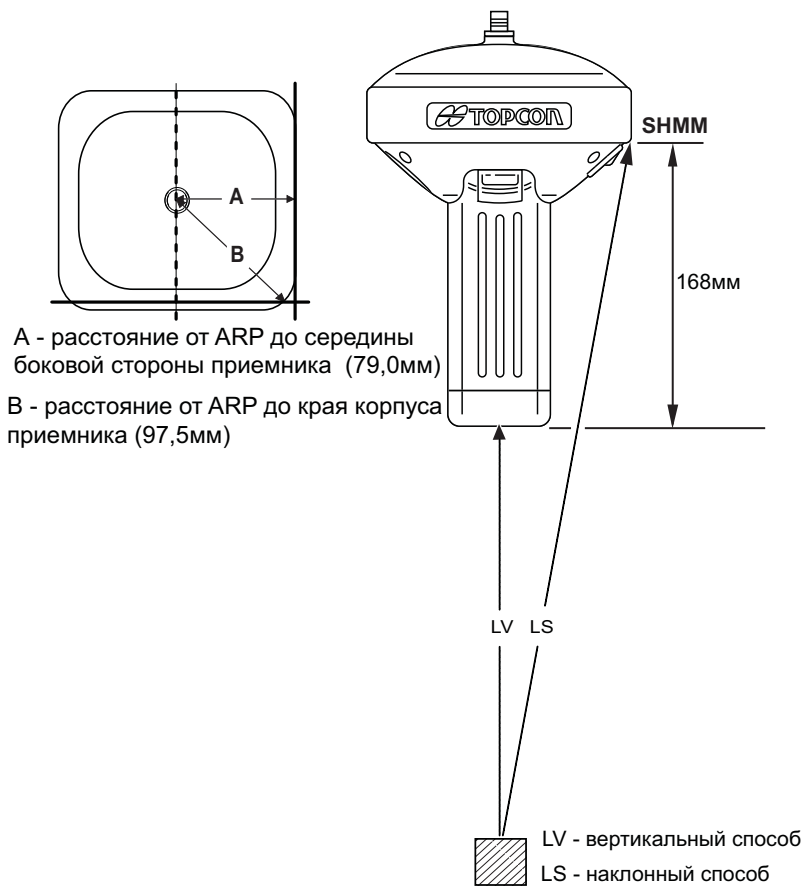

Рис. 4-3. Способы измерения высоты антенны
1. Измерьте высоту антенны над центром пункта методом наклонного или вертикального измерений. См. Рис. 4-3 на стр. 4-6).